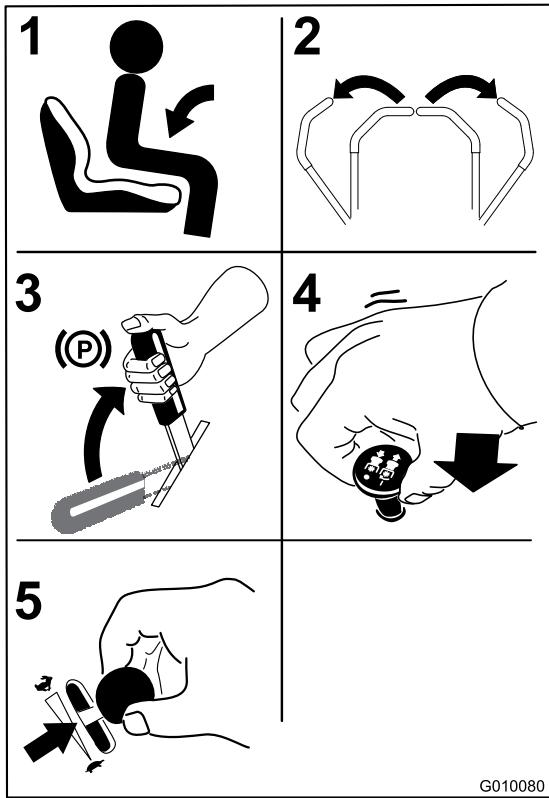

Bild 18
- Setzen Sie sich auf den Sitz (Bild 18) und legen Sie den Sicherheitsgurt an.
- Stellen Sie die Fahrantrebshebel in die arretierte Leerlauf-Stellung (Bild 18).
- Aktivieren Sie die Feststellbremse (Bild 18); siehe „Aktivieren der Feststellbremse“.
- Stellen Sie den Zapfwellenantriebsschalter (ZWA) auf die Aus-Stellung (Bild 18).